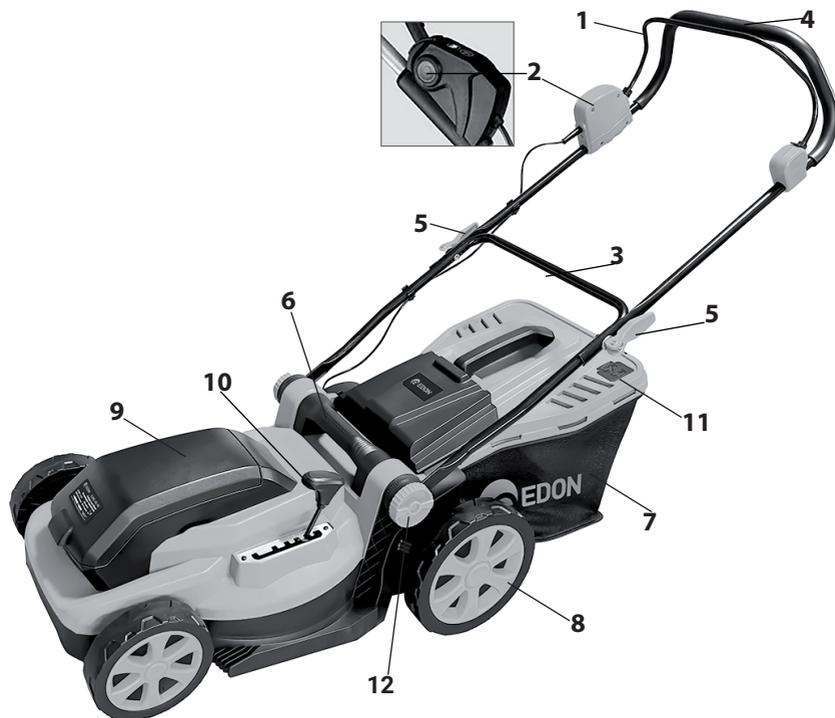

рис.1
6. Общий вид газонокосилки представлен на рис. 1
Рукоятка газонокосилки имеет возможность регулировки по высоте, для комфортной работы оператора. Для регулировки ослабьте фиксаторы положения рукоятки (рис. 1 поз. 12) с обеих сторон в направлении, указанном стрелкой на рисунке 2 и установите на нужную высоту. Затяните фиксаторы положения рукоятки.
Для извлечения аккумуляторной батареи поднимите крышку аккумуляторного отсека (рис. 1 поз. 9) нажмите кнопку и сдвигом вверх извлеките батареи из аккумуляторного отсека.